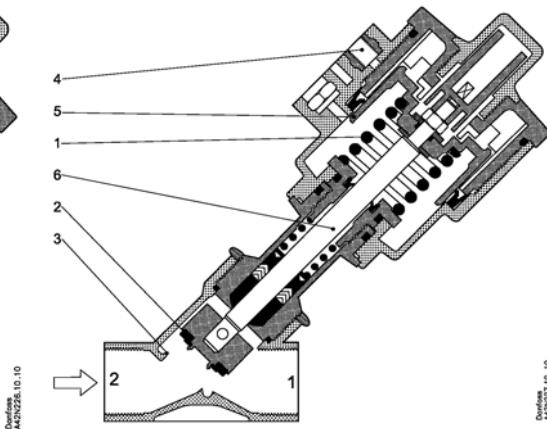

Рис. 1.2.
Клапан (рис. 1.2.) удерживается в открытом состоянии пружиной (1), которая отжимает поршень от седла клапана (3). При подаче давления через присоединение (4) управляющий поршень (5), шпиндель (6) и упорная прокладка (2) опускаются и клапан закрывается.